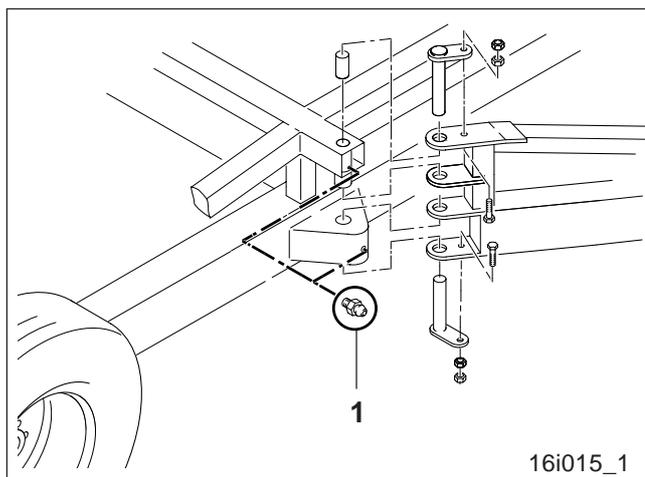

Рис. 5.1
- 4 масленок (Рис. 5.1/1) на подвесках кронштейнов.